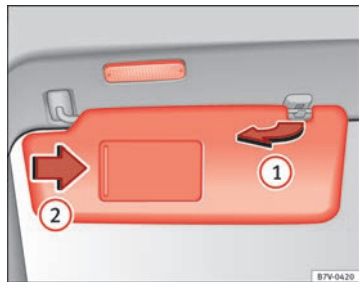

Fig. 68 Parasol.
- El parasol puede extraerse de la fijación y girarse hacia la puerta ⇒ fig. 68 ①.